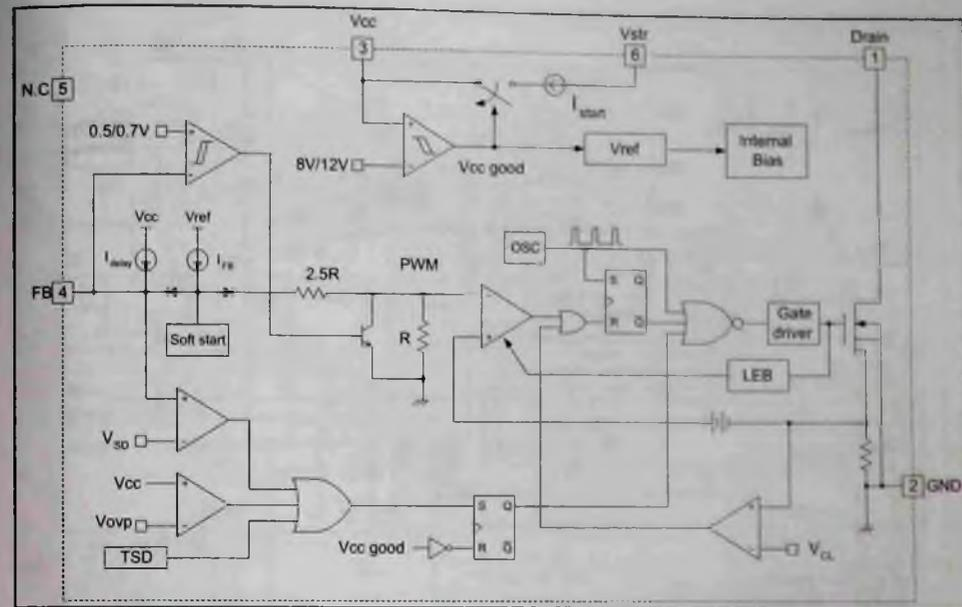

Рис. 24. Структурная схема ИМС FSDM07652R
- Структурная схема ИМС показана на рис. 24.